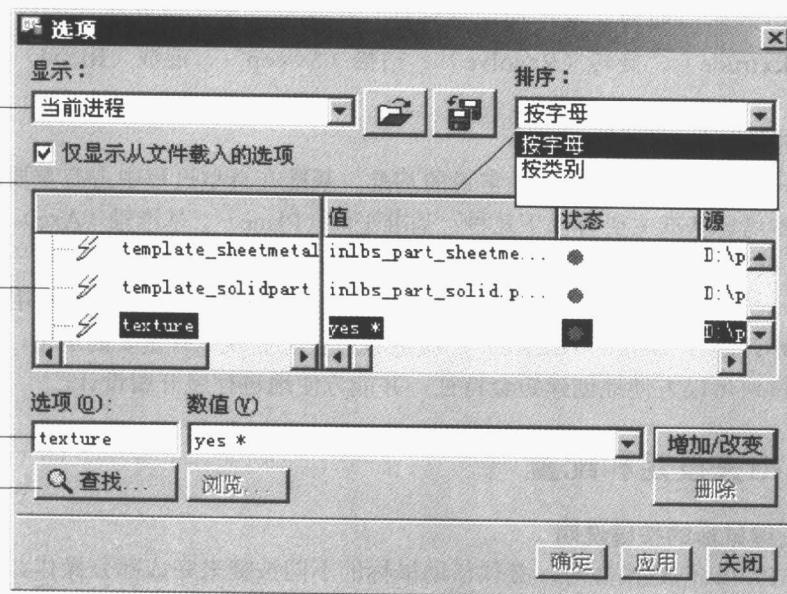

图 1-8 “选项”对话框
Pro/E 中配置文件是以表格的形式提供给使用者的，并提供了很多方便的操作，图 1-8 是
- 1) 打开“选项”对话框，如图 1-8 所示。